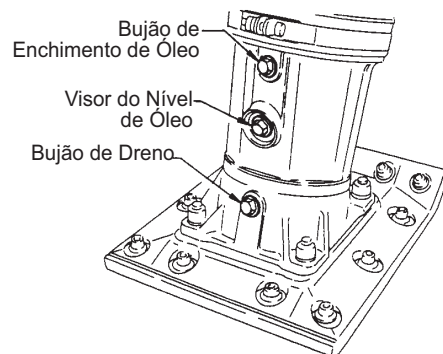

Figura 13. Bujão de Dreno no Alojamento da Sapata Anualmente
- Escoe todo o óleo do reservatório no alojamento da sapata (Figura 13). Reabasteça com aproximadamente com 800 cm³ de óleo de motor 10W-30. O nível do óleo deve estar no meio do visor. O óleo usado pela primeira vez para amaciamento do motor deve ser trocado depois das primeiras 50 horas.